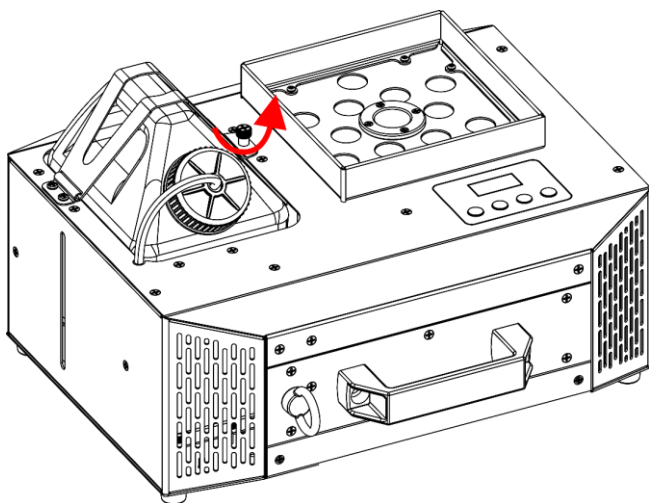

Fig. 28
- 02) Draai de **veiligheidsschroef voor de tankbeugel (04)** los, zoals getoond in Fig. 28.